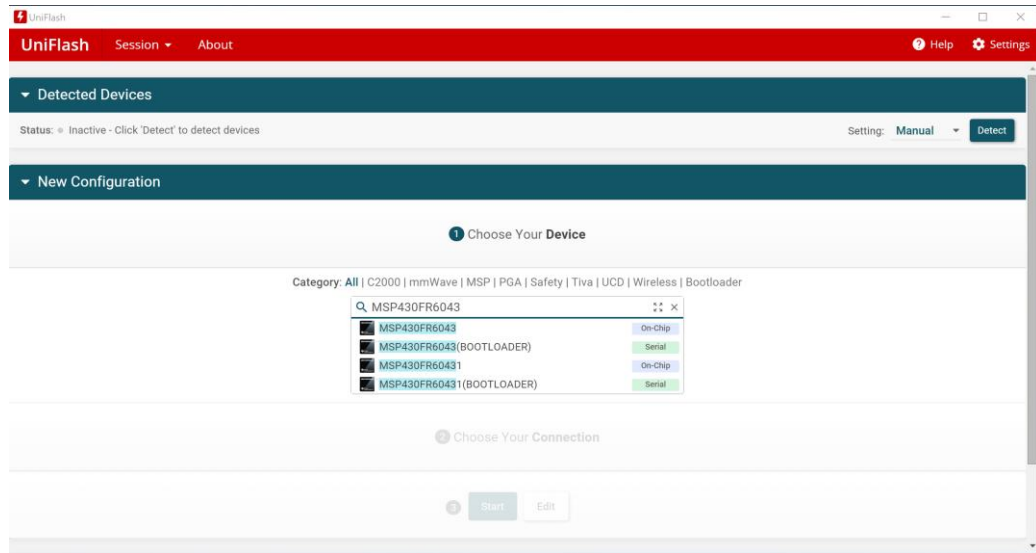

图 3 UniFlash 选择 MSP430FR6043 芯片
- 打开 UniFlash 软件，选择 MSP430FR6043(on-Chip)，如图 3、4 所示。